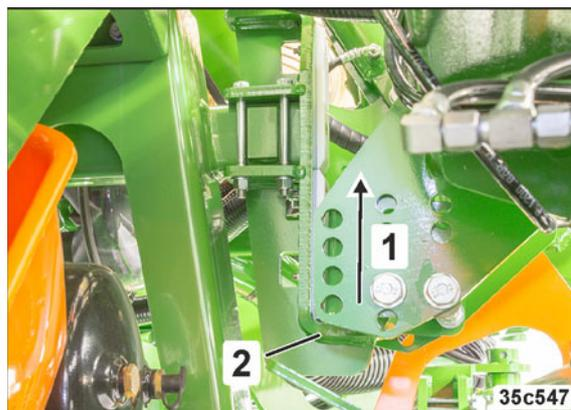

Fig. 227
6. Die Maschinenausleger (Fig. 227/1) aus der Transportverriegelung (Fig. 227/2) herausheben.
- 9.1 Das Traktorsteuergerät *gelb* aktivieren, indem Sie das Freikommen der Maschinenausleger aus der Transportverriegelung im AMATRON 3 bestätigen (siehe Fig. 227).